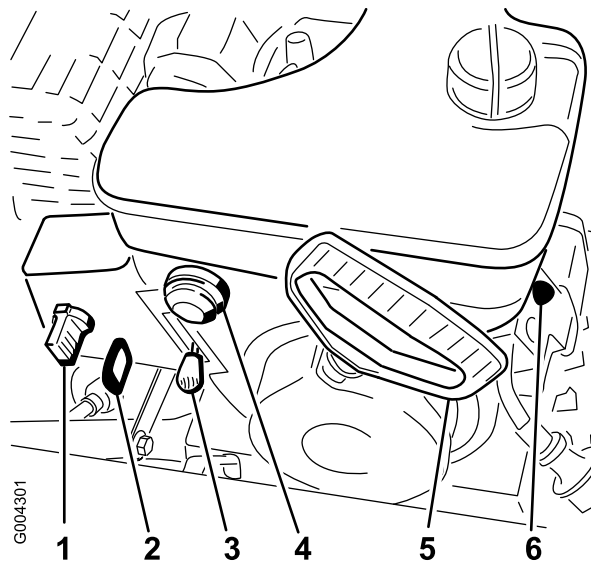

Figure 14
2. Enlevez la clé du commutateur d'allumage (Figure 14).
3. Enlevez le bouton du starter (Figure 14).
2. Placez la manette d'accélérateur à la position haut régime (Figure 14).
5. Tournez la commande de starter (Figure 14) à la position ouverte.
6. Insérez la clé de contact dans le commutateur d'allumage (Figure 14).
7. Couvrez l'orifice central de l'amorceur (Figure 14) avec le pouce et appuyez lentement sur l'amorceur à 3 reprises, en marquant une pause à chaque fois.
8. Prenez la poignée du lanceur (Figure 14) et tirez-la lentement jusqu'à ce que vous sentiez une résistance, puis tirez vigoureusement pour lancer le moteur.
10. Dès que le moteur démarre, tournez le starter (Figure 14) à la position 3/4. À mesure que le moteur se réchauffe, tournez le starter à la position 1/2. Quand le moteur est suffisamment chaud, tournez le starter à la position hors service.